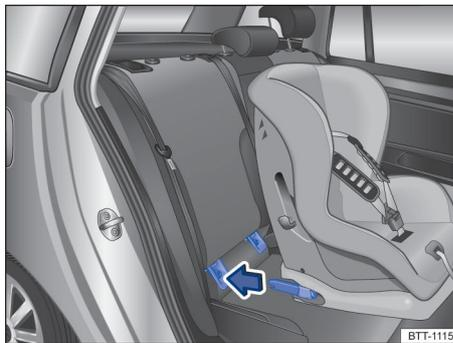

Рисунок 34 Схематическое изображение: установка детского кресла Isofix с удерживающими рычагами
- Прижмите фиксирующий рычаг детского кресла к креплению ISOFIX в направлении, указанном стрелкой → Рисунок 34. Детское кресло должно быть надежно зафиксировано со слышимым щелчком.
- Вставьте удерживающий рычаг детского сиденья в точку крепления ISOFIX в направлении стрелки → Рисунок 34. Детское кресло должно быть надежно зафиксировано со слышимым щелчком.